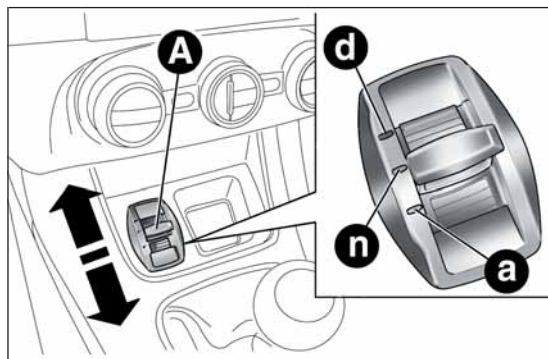

fig. 82
È un dispositivo che permette, agendo sulla levetta A fig. 82 (ubicata sul tunnel centrale), di selezionare tre diverse modalità di risposta della vettura a seconda delle esigenze di guida e delle condizioni stradali:
Durante lo spostamento della levetta A fig. 82 in posizione "d" l'attivazione della modalità "Dynamic" è confermata con una temporanea variazione di intensità luminosa (lampeggio) del quadro strumenti.
Sposta la levetta A fig. 82 verso l'alto (in corrispondenza della lettera "d") e rimani in questa posizione per 0.5 secondi e comunque fino a quando il relativo LED non s'illumina o l'indicazione "Dynamic" non viene visualizzata sul display (vedi fig. 85).
Sposta la levetta A fig. 82 verso il basso (in corrispondenza della lettera "a") e rimani in questa posizione per 0.5 secondi e comunque fino a quando il relativo LED non s'illumina o l'indicazione "All Weather" non viene visualizzata sul display (vedi fig. 87).
Per disinserire la modalità "All Weather", e ritornare in "Natural", segui la stessa procedura descritta per la modalità "Dynamic", con la differenza che la levetta A fig. 82 deve essere spostata in corrispondenza della lettera "a".
- ❑ In caso di avaria del sistema o della levetta A fig. 82, non potrai inserire nessuna modalità di guida. Sul display verrà visualizzato un messaggio di avvertimento.